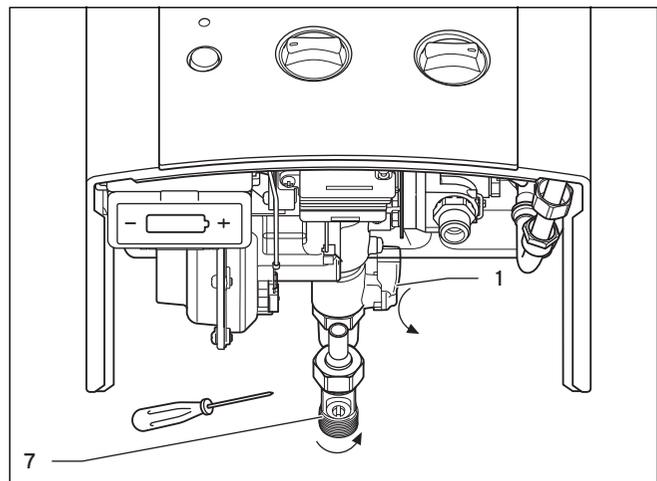

Abb. 4.6 Außerbetriebnahme
- Schließen Sie den Wasserabsperrrhahn am Kaltwasser-Anschluss (7) gemäß Abb. 4.6.